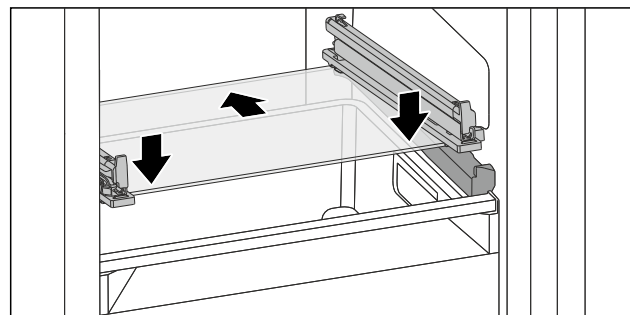

Fig. 132 Skleněná deska odklápěcí zásuvky
- ▶ Nasaďte skleněnou desku šikmo za zářezky. (viz Fig. 132)